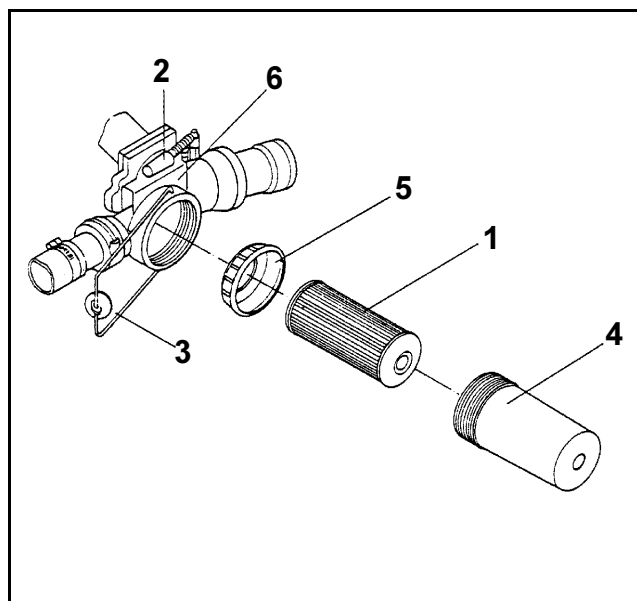

Рис. 126
Чистка патрона фильтра (Рис. 126/1) после завершения ежедневных работ.
- Рычаг управления (Рис. 126/2) в положении "Заполнение".
- Пружинную скобу (Рис. 126/3) отодвиньте в сторону.
- Снимите стакан фильтра (Рис. 126/4) посредством легких поворотов вправо и влево.
- Патрон (Рис. 126/1) и центровочное кольцо фильтра (Рис. 126/5) теперь легко доступны.
Открытая сторона патрона фильтра направлена к корпусу фильтра (Рис. 126/6).
- Рычаг управления (Рис. 126/2) переместите в положение "Опрыскивание" и проверьте герметичность крана фильтра.